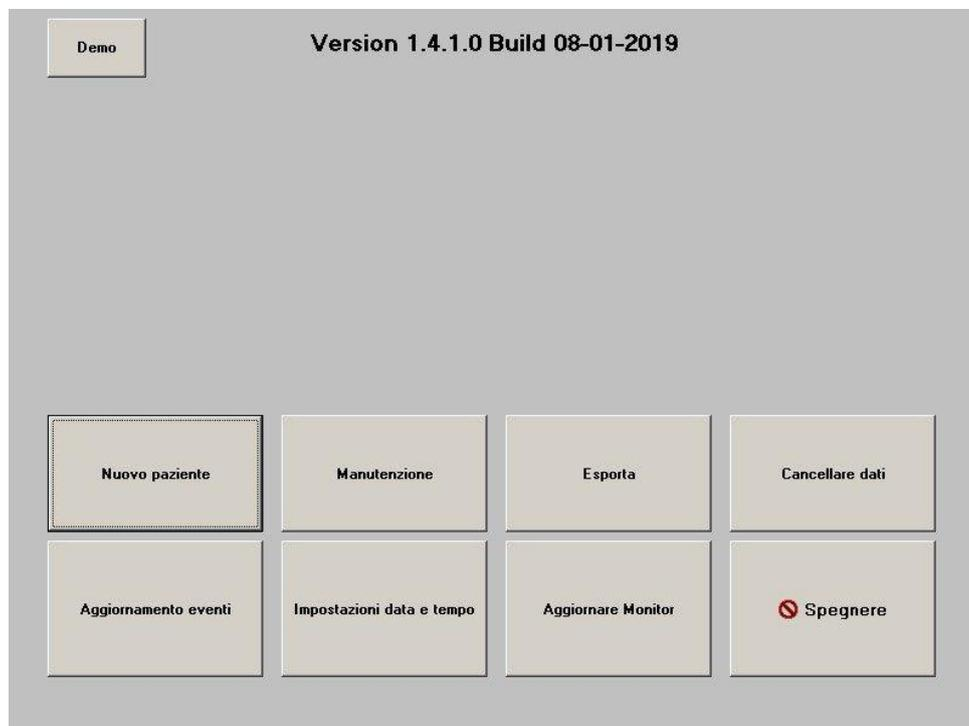
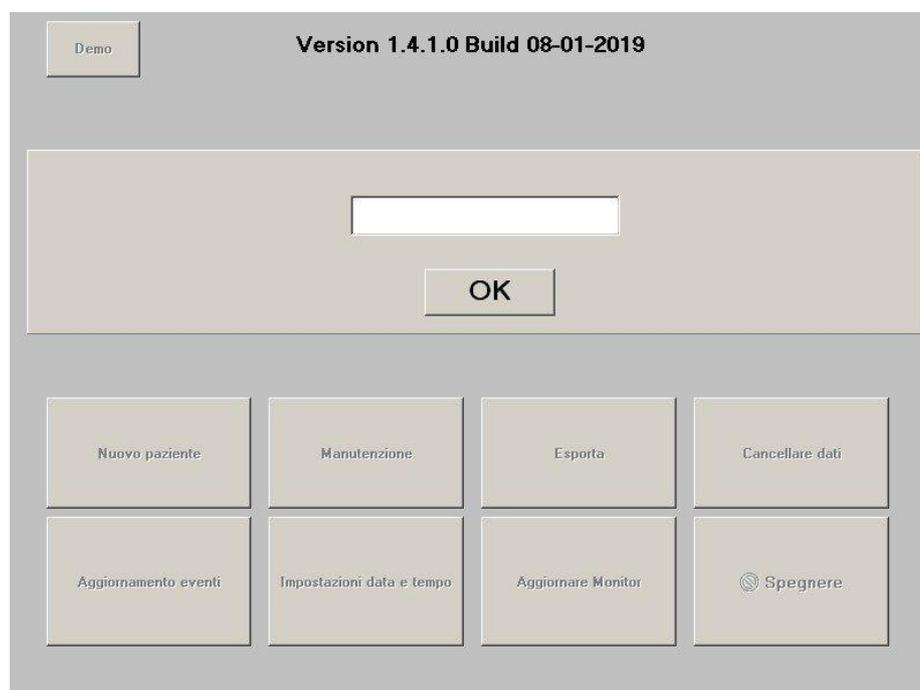
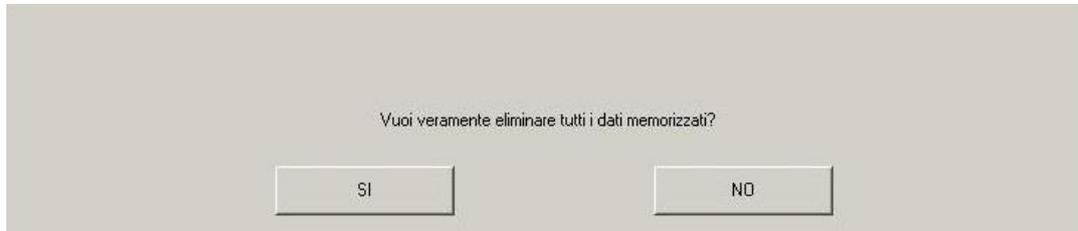
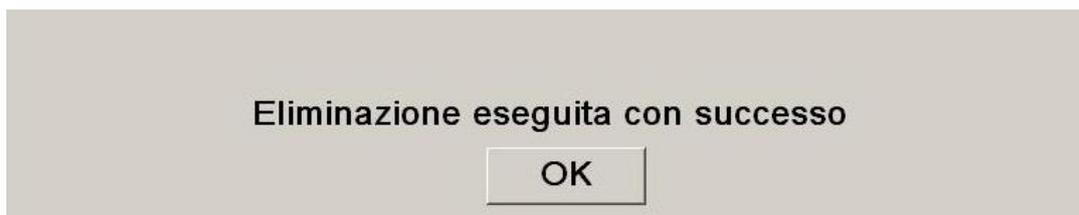

Figura 24
Figura 25
Figura 26
Figura 27
Se si risponde "Sì", viene visualizzata la finestra del menu principale (figura 24):
Premendo "**Nuovo paziente**" (figura 24) si riavvia il monitor per un nuovo monitoraggio e nuovi dati esportabili.
Premendo "**Manutenzione**" (figura 24) si apre una finestra con una schermata d'inserimento (vedere la figura 25 pagina seguente). Questo accesso è protetto da un codice che sarà trasmesso, su richiesta, da Mdoloris Medical Systems.
Premendo il tasto "**Cancellare dati**" (figura 24) si cancellano tutti i dati precedentemente memorizzati. Viene prima richiesta una conferma (figura 26):
Quando tutti i dati sono stati cancellati, viene visualizzata una finestra che informa che l'azione si è conclusa correttamente (figura 27). Premere il tasto "**OK**" per tornare al menu principale (figura 24).
visualizzata (figura 24), scegliere "**Esporta**". Le immagini saranno registrate in un file. Il nome del file risponde allo schema seguente: Ora-minuto-mese-giorno-anno.
Premendo il tasto "**Esporta**" (figura 24), si trasferisce l'insieme dei dati memorizzati nella memoria del monitor su una chiave USB che sarà stata precedentemente connessa alla porta USB chiamata "Data Export", situata sul lato inferiore del monitor. Se il monitor non trova la chiave USB (assenza di chiave o inserimento scorretto), viene visualizzato un messaggio per segnalarglielo (figura 29). Una volta che la chiave USB è correttamente inserita, premere su "**OK**" per iniziare l'export dei dati.
***Nota:** se si risponde "Sì", non sarà più possibile tornare alla sessione paziente in corso. Si accederà dunque al menu principale (figura 24).*
Per regolare l'ora e la data, selezionare "**Stop**" per raggiungere il menu principale (figura 24):
Nel menu principale (figura 24), fare clic su "**Aggiornare Monitor**". Collegare una chiave USB con la nuova versione di "PhysioM_INT.exe" fornita dal vostro rappresentante Mdoloris Medical Systems. Quindi selezionare "**Aggiornare Monitor**" (figura 33).
Premendo il tasto "🔴 Spegnere" (figura 24) si chiude l'applicazione e il monitor si spegne.